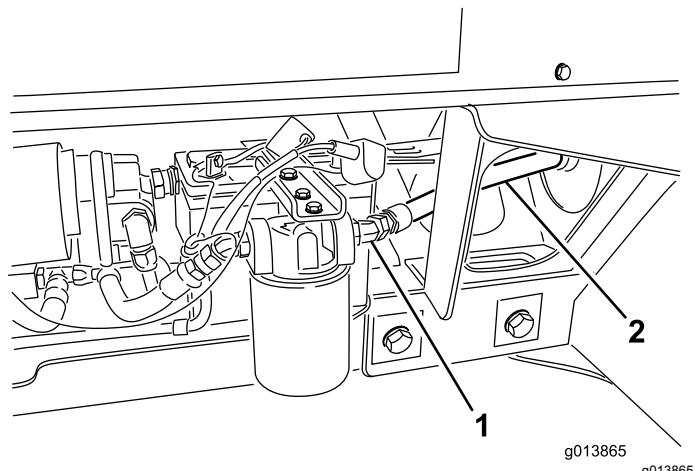

Figura 11
37. Ligue o tubo hidráulico n.º 3 à saída do filtro (Figura 11).